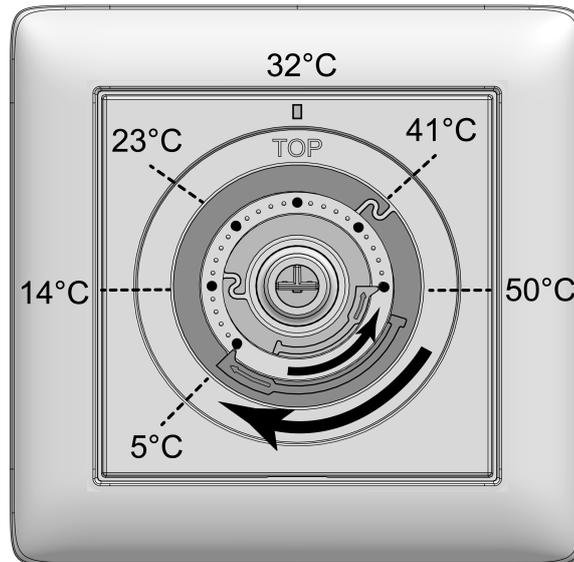

Bild 4: Einstellringe zur Temperaturbegrenzung
- Bedienknopf (5) von der Zentralplatte (4) abziehen, so dass die Einstellringe (6) sichtbar sind (siehe Bild 4). Die im Bild dargestellten Temperaturwerte dienen der Orientierung.